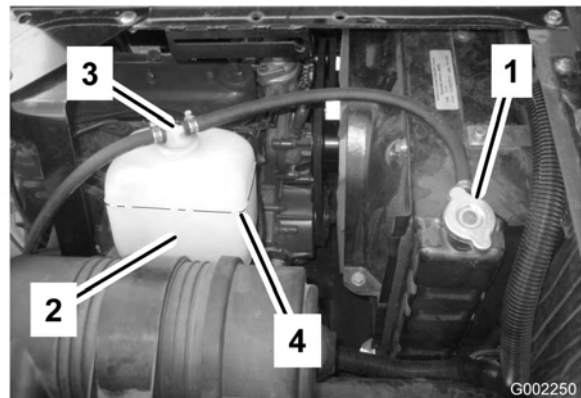

Figura 53
2. Cuando el motor se haya enfriado, retire el tapón del radiador (Figura 53).